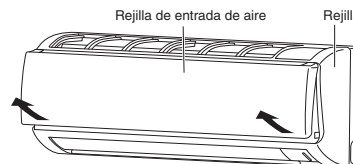

Fig. 3-40
- (1) Sujete ambos extremos de la rejilla de entrada de aire y extraígalas abriendo hacia delante y tirando de ella hacia usted. (Fig. 3-40)